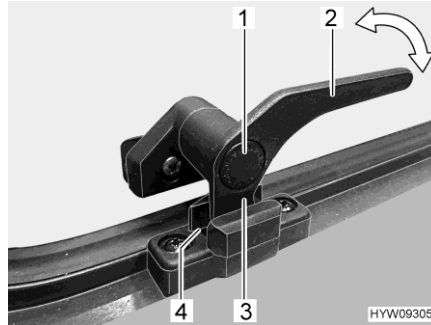

Fig. 63 Palanca de bloqueo (posición de "ventilación continua")
- En la posición "ventilación continua" (Fig. 63)
- Presionar el botón de seguridad (Fig. 63,1) y mantenerlo pulsado.
- Girar la palanca de bloqueo (Fig. 63,2) un cuarto de vuelta hacia la mitad de la ventana.
- Girar de nuevo hacia atrás la palanca de bloqueo. El saliente de bloqueo (Fig. 63,3) de la palanca de bloqueo se ha de introducir para ello en el rebaje del bloqueo de la ventana (Fig. 63,4).
- Soltar el botón de seguridad (Fig. 63,1).